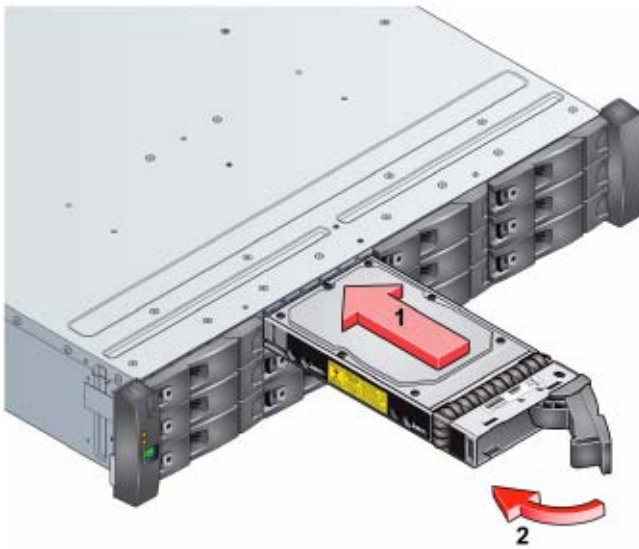

図6-22ドライブキャリアモジュールのインストール
3. 筐体内にドライブキャリアモジュールをスライドさせ、止まるまで押し込みます。（図6-22参照）